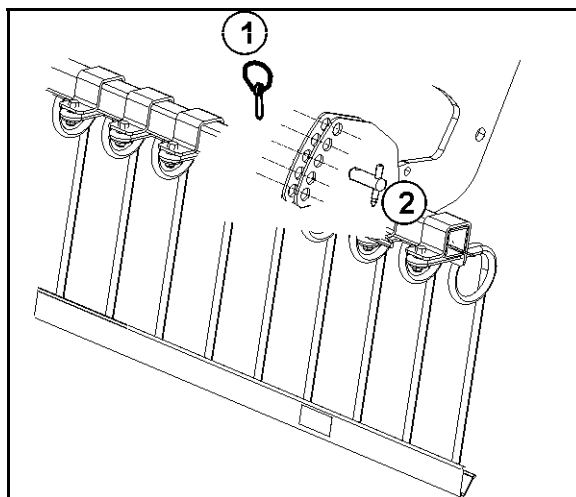

Fig. 31
2. Klappstecker (Fig. 31/1) lösen.
3. Einstellbolzen (Fig. 31/2) in gewünschter Position abstecken.